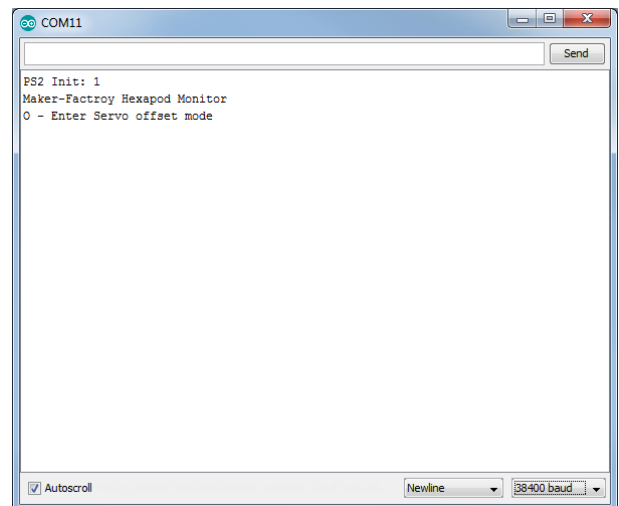

Bild 72
- Verbinden Sie das Terminal mit dem Roboter. Der Roboter meldet sich im Terminalfenster, wie in Bild 72 gezeigt. Beachten Sie: Das Arduino-Terminal verbindet sich sofort nach dem Öffnen!